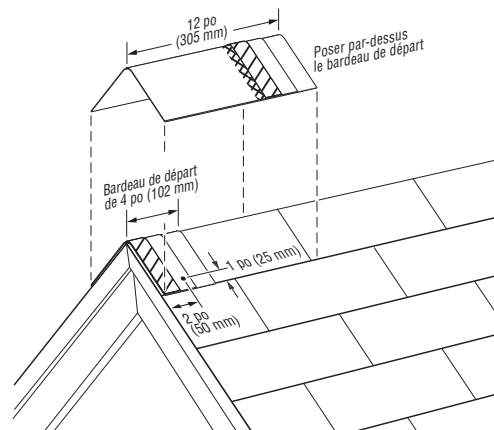
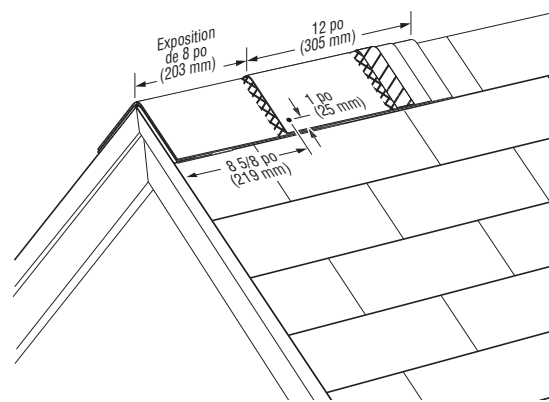

Figure 15-11 : Poser un bardeau de faîte entier par-dessus le bardeau de départ.
Figure 15-12 : Poser les bardeaux de faîte en laissant une exposition de 8 po (203 mm) et planter un clou de chaque côté de la façon indiquée.
**IMPORTANT :** Fixer chaque bardeau au moyen de DEUX clous. Les clous doivent avoir au moins 1 3/4 po (45 mm) de longueur. Pour le bardeau de départ, planter les clous à 1 po (25 mm) de chacun des côtés et à environ 2 po (50 mm) en haut du bord d'aboutement exposé, en s'assurant que le clou pénètre de 3/4 po (19 mm) dans la dalle ou qu'il la traverse (voir figure 15-11). Pour chaque bardeau Cedar Crest entier, positionner les clous à 8 5/8 po (219 mm) en haut du bord d'aboutement exposé et à 1 po (25 mm) de chacun des côtés (voir figure 15-12).
Poser les bardeaux ordinaires jusqu'à l'arête ou le faîte des deux côtés et les tailler à égalité. S'assurer que les bardeaux Cedar Crest couvriront adéquatement le dernier rang de bardeaux des deux côtés de l'arête ou du faîte. Préparer un bardeau de départ de 4 po (100 mm) en retranchant une section de 8 po (200 mm) de la partie inférieure à granules colorées d'un bardeau Cedar Crest. Poser la pièce de départ de 4 po (100 mm) avec la section superposée relevée par-dessus le coin inférieur de l'arête ou sur un bout ou l'autre du faîte, en surplombant le coin ou le bout d'environ 1/2 po (12 mm) et en pliant le bardeau de départ le long de la ligne centrale pour le former en position (voir figure 15-11). Planter un clou de chaque côté à environ 2 po (50 mm) en haut du bord exposé du bardeau de départ et à 1 po (25 mm) de chacun des côtés du bardeau.
Poser ensuite un bardeau entier de 12 po x 12 po (305 mm x 305 mm) par-dessus la pièce de départ, en pliant le bardeau le long de la ligne centrale et en le formant en position par-dessus l'arête ou le faîte, à égalité avec le bas et les côtés du bardeau de départ. Fixer le bardeau entier au moyen de deux clous d'au moins 1 3/4 po (45 mm) de longueur, un clou de chaque côté du bardeau à 8 5/8 po (219 mm) du bord d'aboutement et à 1 po (25 mm) de chacun des côtés (voir figure 15-12).